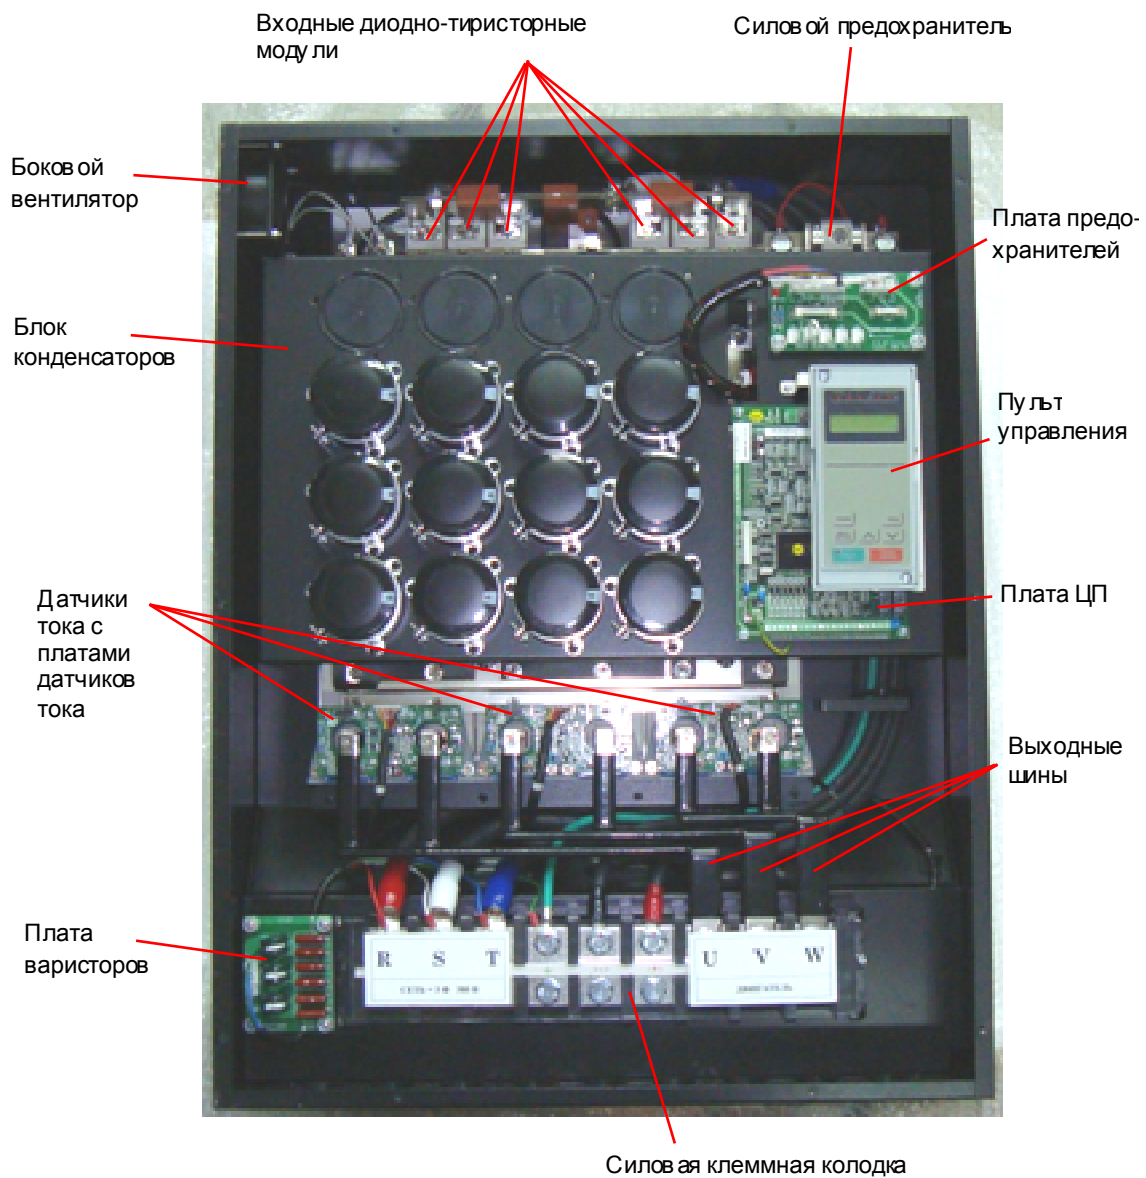

Рис. 4.3.
4.5.1. Общий вид преобразователей частоты EI-7011-125H, -150H со снятой верхней крышкой и расположение элементов внутри ПЧ представлено на рис. 4.3.